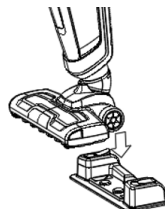

Fig. 8
4. Fixați aspiratorul pe rezervorul de apă (Fig. 8).
5. Cu ajutorul butonului de comutare (E) udați textilul mopului după necesitate.